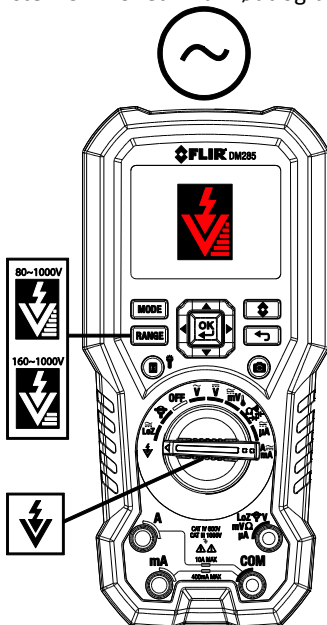

Fig. 9-2 Kontaktfri Spenningsdetektor
1. Sett funksjonsbryteren til NCV -posisjonen. Se **Fig. 9-2**.
3. Bruk **RANGE**-knappen for å velge Høy (80~1000V) eller Lav (160~1000V) sensitivitetsspekter (se the sensitivitetssikonene i **Fig. 9-2**).